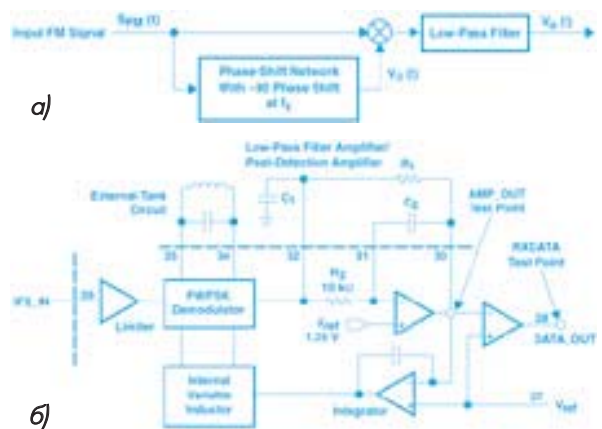

Рис. 4. Частотный демодулятор в TRF6900:
ции фазового детектора; внешняя фазопреобразующая цепь — колебательный контур, содержащий L7, C16, C17 и R28 и настраиваемый на частоту несущего колебания (при аналоговой FM) или среднюю частоту двух значений частотных посылок (при FSK); выходной ФНЧ, содержащий помимо усилителя (в составе микросхемы) внешнюю цепь из C18, C19, R4 и R5; цепь автоподстройки колебательного контура (рис. 4, б), содержащая интегратор и регулируемый элемент индуктивности, входящий в состав контура. Характеристикой преобразования является ФЧХ контура, практически линейная в полосе его пропускания. На рис. 4, а показана структурная схема демодулятора с перечисленными выше составными частями (без цепи автоподстройки). В фазопреобразующей цепи сигнал дополнительно сдвигается на постоянный фазовый угол -90° , обеспечивающий пропорциональность зависимости выходного сигнала демодулятора от изменения частоты входного демодулируемого сигнала. Анализ работы демодулятора дан в [7]:
- слайсер — компаратор на выходе (показан также на рис. 4, б), используемый при демодуляции сигнала с FSK и формирующий двухуровневый сигнал Rx_Data, подаваемый на вывод 28 микросхемы (при демодуляции сигнала с аналоговой FM выходным является сигнал Amp_Out, снимаемый с выхода фильтра и подаваемый на вывод 30)
но в начале каждой передачи сигнал модулирован последовательностью равномерно чередующихся посылок с "0" и "1", необходимой для настройки приемного канала. Такой сигнал, поступая на демодулятор, обеспечивает настройку, при которой постоянная составляющая напряжения на выходе фильтра и, соответственно, на входе компаратора (рис. 4, б) равна нулю (относительно V_{ref}). Указанное равенство обеспечивается благодаря интегратору, определяющему астатический режим работы системы регулирования. При этом фазопреобразующий контур оказывается настроенным в резонанс на среднее значение частоты обеих частотных посылок ("0" и "1"). При демодуляции сигнала, который модулирован последовательностью цифровых посылок, кодированной манчестерским кодом, режим подстройки частоты может не выключаться. Настройка продолжает поддерживаться демодулируемым сигналом. Начальная настройка может осуществляться и от самого сигнала (без предварительной настройки). В том случае, когда сигнал модулирован, например, последовательностью типа БВН, цепь настройки (вход интегратора) отключают, и демодуляция осуществляется в состоянии предварительной настройки (hold mode). Схема интегратора на рис. 4, б является эквивалентной. Реальное устройство содержит конденсатор, подключаемый к выводу 29 "S&H_Cap". Емкость конденсатора выбирается из расчета постоянной времени интегрирования, равной $R_5 C_{20} = 5\tau$, где $\tau = 1/\nu$ — длительность посылки, ν — скорость передачи данных (в бодах), $R_5 = 22\text{кОм}$. Емкость 12 нФ, указанная на рис. 2, соответствует скорости 19.2 кбод.